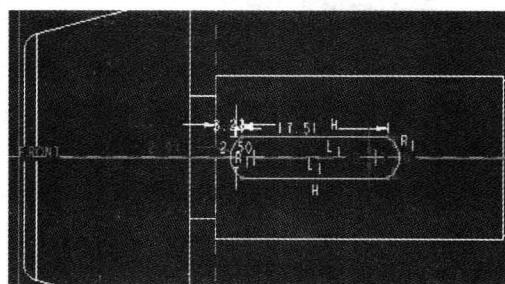
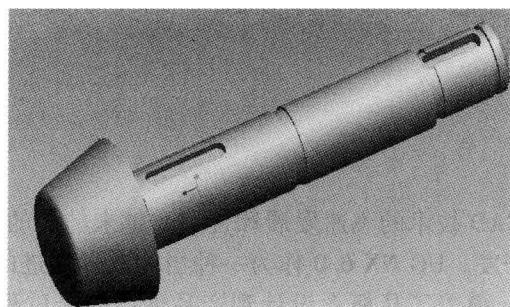

图 1-20 键槽草绘
图 1-21 键槽特征造型
2) 选取新的基准面后进入草绘编辑器，绘制如图 1-20 所示的图样。草绘时，如果需要已定义的图形作尺寸参照，可依次单击菜单栏“草绘”→“参照”，再选取适当的边作参照。草绘完成后在拉伸状态栏下单击“去除材料”，并输入拉伸的深度，得到的键槽特征造型如图 1-21 所示。